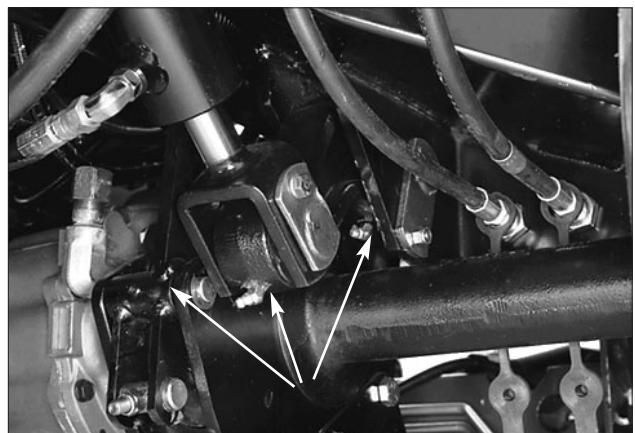

Fig. 23
Graissage (Fig. 23–37)
Lubrifier les graisseurs suivants : pivot du bras de relevage (2), vérin de relevage (4), pivots de bras de frein (2) (Fig. 23); pivot de frein (1), pivots de frein (2) (Fig. 24); pivot de pédale de déplacement (1) (Fig. 25); arbre d' entraînement moteur/pompe (2) (Fig. 26 & 27); régleur de traction (1) (Fig. 28); palier de PDF (Fig. 29).